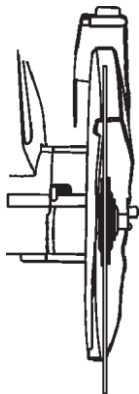

Fig 10
2. Soulevez le garde meule complètement vers le haut jusqu'à ce qu'il expose la vis d'assemblage de l'arbre. (Figure 10)